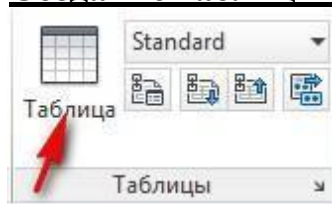

Рис.2 Кнопка Таблица в Автокад
**Второй способ создать таблицу в Автокад** — это воспользоваться кнопкой Таблица, которая находится на вкладке Аннотации (Рис.2)